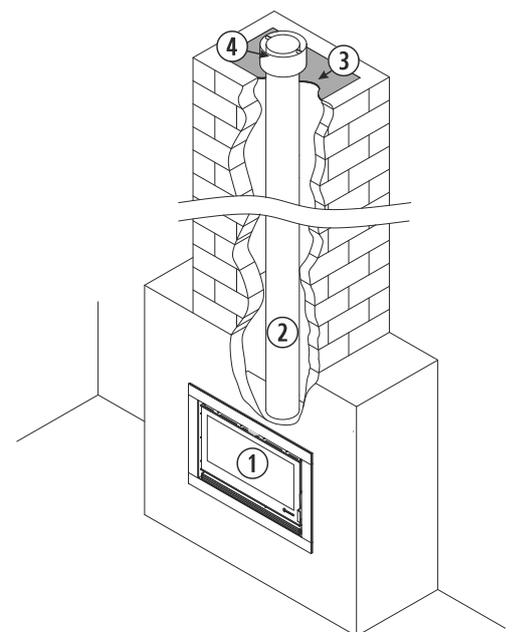

Figura 8
- Ao instalar a saída de gases sobre uma chaminé de obra, recomenda-se empregar tubagem metálica através desta, para evitar fissuras, rugosidades, variações de secção, etc. Numa chaminé já existente, esta deverá ser completamente limpa antes de realizar a instalação. O tubo deve ultrapassar a altura da chaminé de obra e sobressair uns centímetros na parte superior. No topo da chaminé, deve ser colocada uma placa de estanqueidade e um cobre-águas, como é mostrado na *figura 8*. Em alguns casos, a geometria da chaminé de obra existente, impossibilita a utilização de tubagem rígida, nestes casos excepcionais a normativa permite a utilização de canais flexíveis, que são de superfície lisa para evitar as perdas de pressão por roçamento e evitando mudar de direcção em ângulos superiores a 45º.
①	Estufa.
②	Tubagem de saída de gases.
③	Placa de estanqueidade e cobre-águas
④	Cabeça de chaminé anti-vento